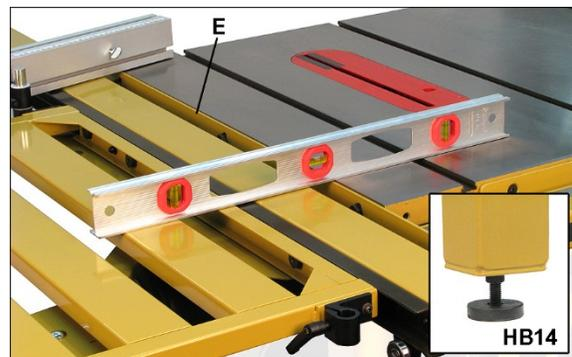

Рисунок 8-1
2. Поместите уровень на стыке столов, расположив его одновременно на подвижном столе и столе пилы. См. рисунок 8-1.